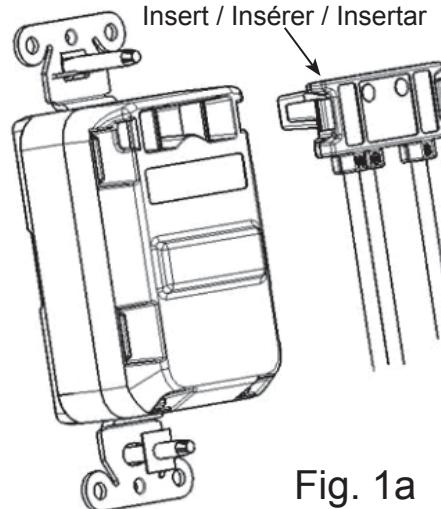

Fig. 1a
- * Insert Hubbell SNAPConnect™ terminal into the receptacle and verify security (Fig. 1a & 1b).
- * Insérer la borne dans la prise SNAPConnect™ de Hubbell et s'assurer que le montage est sécuritaire. (Fig. 1a et 1b).
* Insertar el borne dentro el tomacorriente SNAPConnect™ de Hubbell y verificar que la instalación es segura (Fig. 1a y 1b).